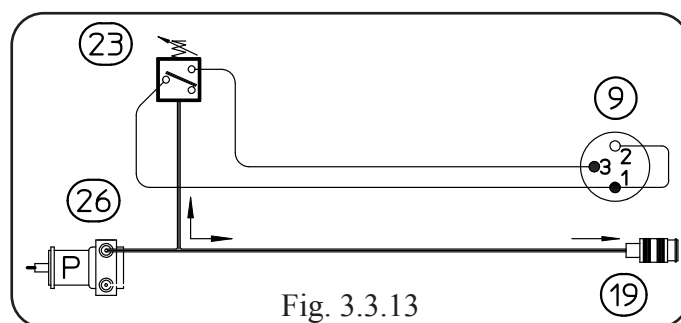

Fig. 3.3.13
All'accensione del generatore, la scheda pannello (48) verifica se il gruppo di raffreddamento è collegato, tramite il segnale fornito dal ponticello sui terminali 1 e 2 del connettore (9) sul gruppo di raffreddamento (Fig. 3.3.13). Con il connettore (9) scollegato, oppure con il ponticello interrotto, il gruppo di raffreddamento è disabilitato e la selezione del tipo di funzionamento da pannello di controllo non è possibile; se il gruppo di raffreddamento è già abilitato, si ha il blocco del generatore con indicazione del relativo codice errore.
- Terminali dei ventilatori (2) su gruppo di raffreddamento, tensione = 220 Vac, con gruppo di raffreddamento abilitato.
- Scollegare temporaneamente, con generatore spento, i fili dei ventilatori (2) dalla morsetteria e verificare resistenza fra i terminali dei ventilatori (2) (avvolgimento dei ventilatori (2)). Valore corretto = 750 ohm circa.
TEST PRESSOSTATO (23) (Fig. 3.3.13 e Mappa connettori par. 5.7).
- Scheda potenza (45), connettore J4, terminali 1(+) - 4(-) = 0 Vdc, con pompa (26) in funzione (contatto pressostato chiuso = pressione idonea); +24 Vdc, con generatore acceso e pompa (26) ferma (contatto pressostato aperto = pressione insufficiente).